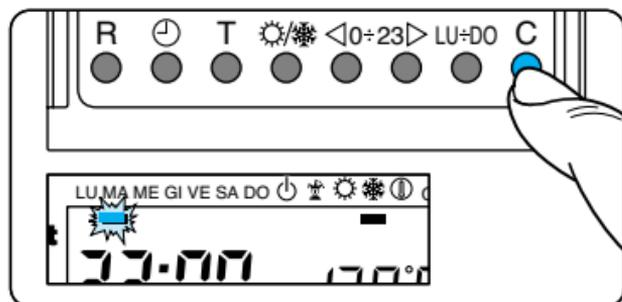

Fig. 38
8.5 -Se per il giorno dopo o successivi si desidera avere lo stesso programma, premendo il pulsante C (fig. 38) il programma viene automaticamente copiato per i giorni via via indicati dal segmento relativo.